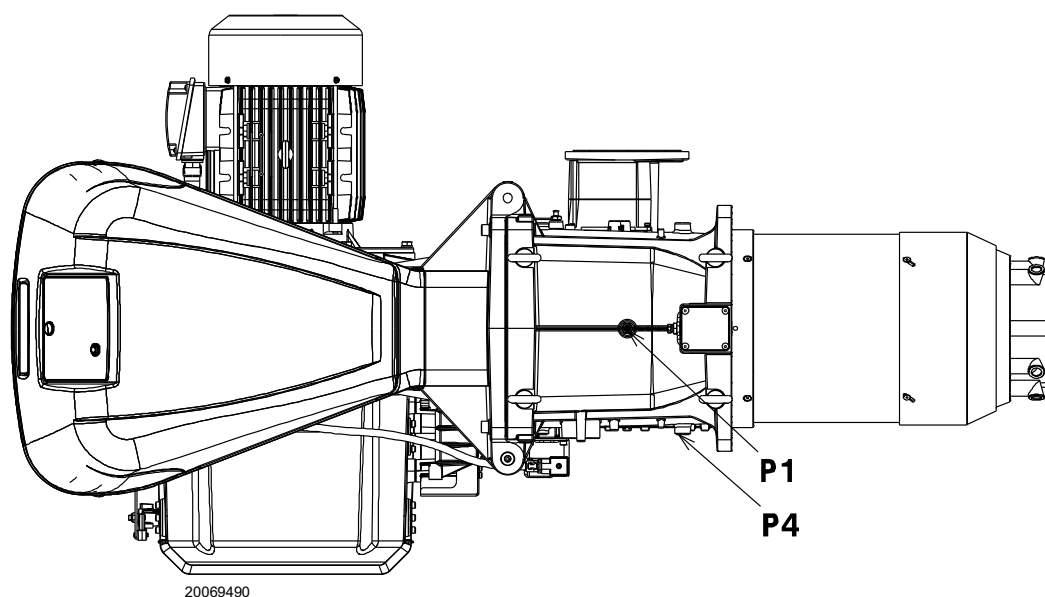

Рис. 23
Давление газа, измеренное на штуцере P1(Рис. 23), с:
- вычитите из давления газа на штуцере P1(Рис. 23) давление в камере сгорания.
Давление газа на штуцере P1(Рис. 23) = 58,1 мбара
Для того, чтобы узнать давление газа, необходимое на штуцере P1(Рис. 23), определив МАКС. мощность, при которой должна работать горелка:
- Посмотрите справа в столбце 1 давление на штуцере P1(Рис. 23).
необходимое давление на штуцере P1(Рис. 23).